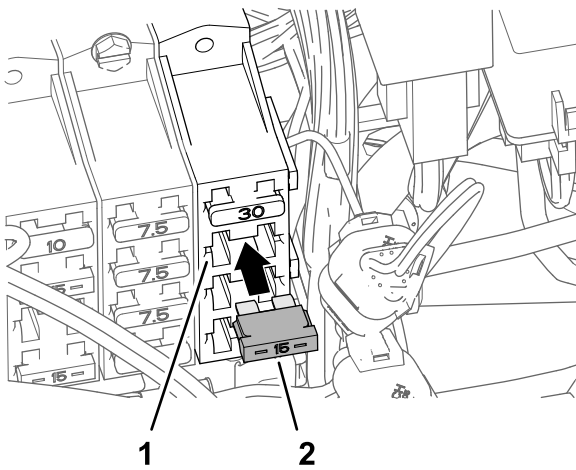

Bild 191
6. Setzen Sie die Sicherung (15 A) in die Sicherungsfassung 2 des Sicherungskastens 3 ein, bis sie fest sitzt (Bild 191).